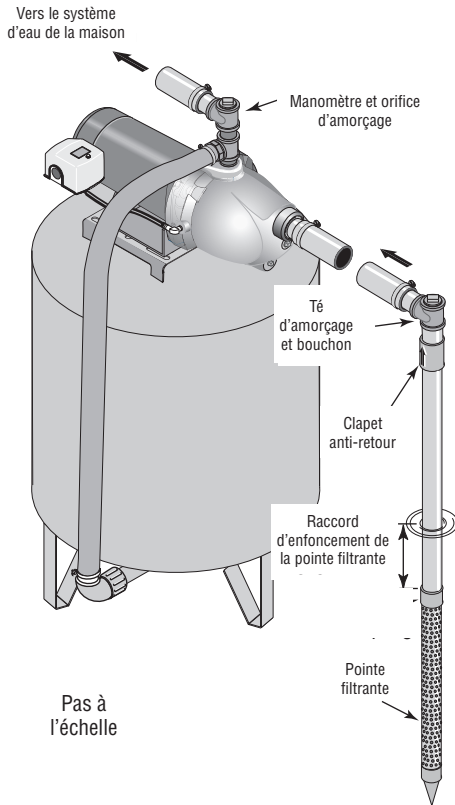

Figure 1- Installation avec une pointe filtrante
Installation de la pointe filtrante (Figure 1)
- 3 ° Utiliser le moins possible de raccords (en particulier des coudes) lorsque l'on branche la tuyauterie de la pointe filtrante sur l'orifice d'aspiration de la pompe. Le diamètre du tuyau d'aspiration doit être au moins aussi grand que le diamètre de l'orifice d'aspiration de la pompe (y compris le clapet anti-retour si la pompe n'en comporte pas un - voir la Figure 1). Supporter le tuyau de façon qu'il ne soit pas cintré afin qu'il n'exerce pas de contraintes sur le corps de la pompe; de plus, il doit être légèrement incliné vers le haut, du puits jusqu'à la pompe (les points hauts risquent de causer des poches et des bouchons d'air dans la pompe). Rendre étanches les raccords du tuyau d'aspiration avec du ruban d'étanchéité en PTFE pour filetage ou une pâte pour raccords filetés à base de PTFE. Les raccords doivent être étanches à l'air et à l'eau. Si le tuyau d'aspiration aspire de l'air, la pompe ne pompera pas l'eau du puits. Si une pointe filtrante ne fournit pas suffisamment d'eau, considérer brancher deux ou trois pointes filtrantes sur un même tuyau d'aspiration.